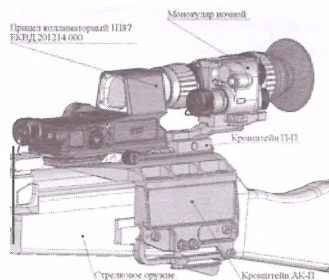

Рис.8 Прицел в комплекте с кронштейнами и монокуляром ночным
2.3.4.2 Использование прицела в комплекте с монокуляром ночным и кронштейнами П-П, установленными на кронштейне АК-П, (рис.8): установить кронштейн АК-П на оружие, как указано в п. 2.3.3;